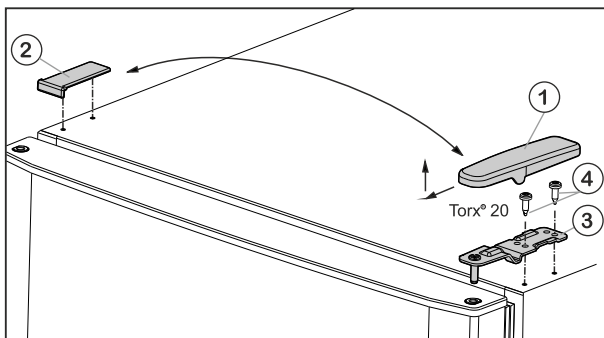

Fig. 5
- ▶ Потяните крышку Fig. 5 (1) вперед и вверх.
- ▶ Снимите крышку Fig. 5 (2).
- ▶ Открутите верхний опорный кронштейн Fig. 5 (3) (2 шт. Torx® 20) Fig. 5 (4) и вытяните вверх.
- ▶ Установите верхнюю дверцу на средний опорный кронштейн (13).
- ▶ Установите верхний опорный кронштейн Fig. 5 (3) на новой стороне шарнира и защелкните в дверце.
- ▶ Привинтите верхний опорный кронштейн (с моментом 4 Нм) (2 шт. Torx® 20) Fig. 5 (4). При необходимости используйте аккумуляторный шурупверт.
- ▶ Наденьте и защелкните крышку Fig. 5 (1) на противоположной стороне снаружи.
- ▶ Также наденьте сверху и защелкните крышку Fig. 5 (2) на противоположной стороне.